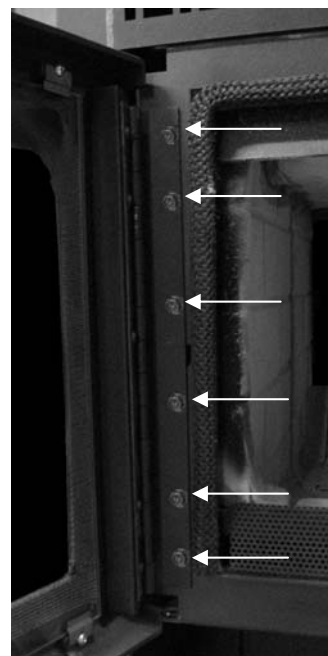

Figure 3 Ajustement de la penture sur le foyer
5. Si nécessaire, dévissez légèrement les vis retenant la penture sur la façade (voir Figure 3). Déplacez la porte avec la penture tel que désiré. Resserrez toutes les vis de la penture sur la façade.